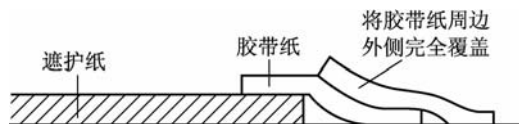

图 8-70 胶带纸的基本贴法
(3)胶带纸的基本贴法如图 8-70 所示。若在粘贴遮护纸的胶带纸上再贴上一层胶带纸,将其周围完全盖住,则在揭下遮护纸时,胶带纸也应一起揭下。